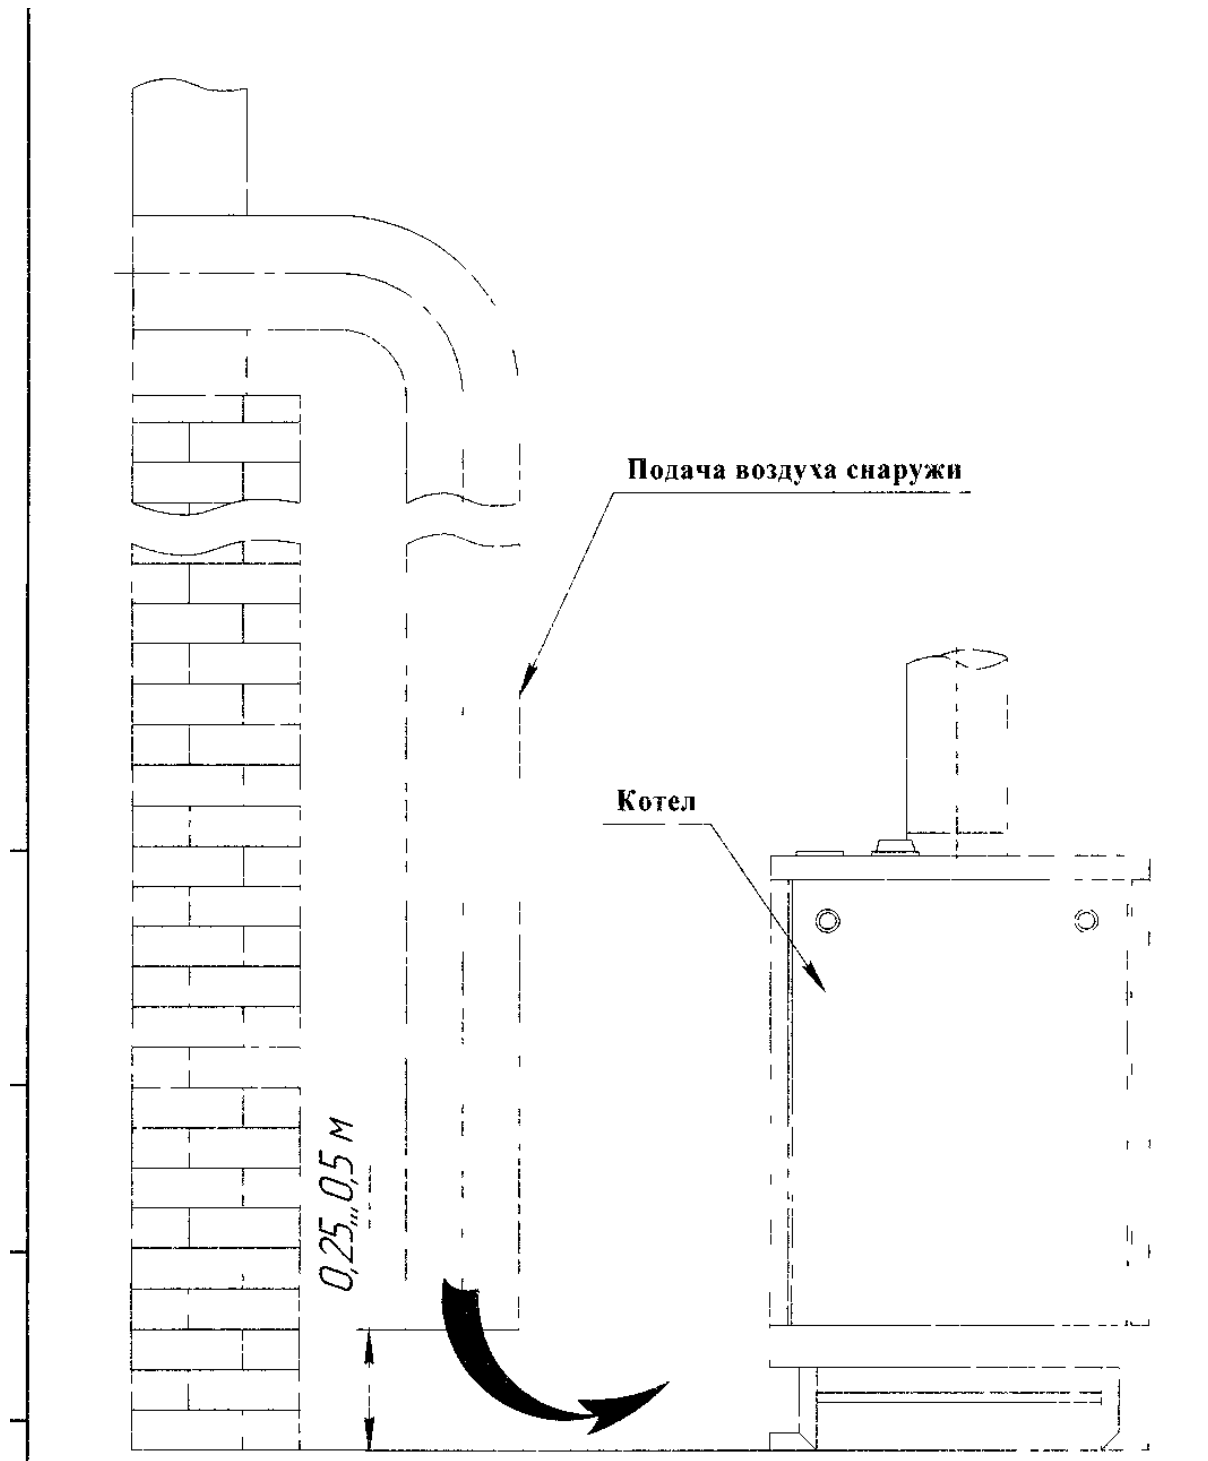

Рис. 8. Подача воздуха в герметично закрытое помещение.
5.2. Помещение, где устанавливается котел, обязательно должно иметь свободный доступ воздуха извне и вентиляционную вытяжку у потолка. Необходимый для горения воздух в помещение может поступать через неплотности и щели в окнах, дверях и т.д. Достаточность воздуха, проникающего данным образом в помещение или необходимость устройства специальных каналов /воздуховод, см. рис.8/ зависит от конкретного помещения, мощности котла, наличия других приборов-потребителей воздуха /кислорода/. В этом случае следует руководствоваться проектом, разработанным проектной организацией для данного помещения. В любом случае следует руководствоваться следующими нормами: